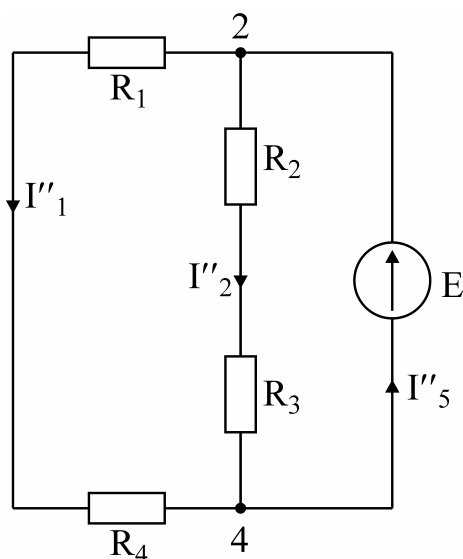

Рис.4
2. Разорвем ветвь с источником тока J. Токи, протекающие в цепи рис.4 называют вторыми частичными токами и обозначают с двумя штрихами.